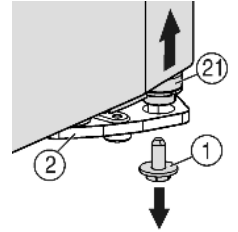
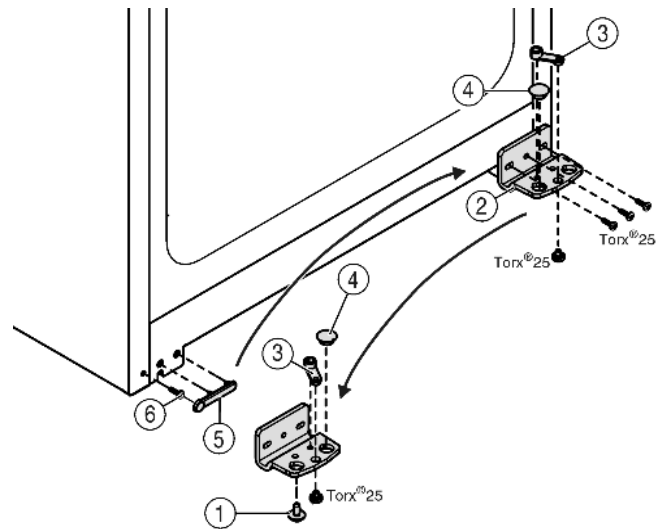

Fig. 5
Fig. 6
- ▶ Drei ut låseskruen *Fig. 5 (1)* nede til høyre på lagerbukken.
- ▶ Lagerbolten *Fig. 5 (21)* frigjøres fra lagerbukken *Fig. 6 (2)*.
- ▶ Hvis lagerbolten *Fig. 5 (21)* ikke frigjøres, trykker du ut bolten nedenfra.
- ▶ Skru av lagerbukken *Fig. 6 (2)*.
- ▶ Skru av lagerdelen *Fig. 6 (3)* og flytt den over til det motsatte festehullet på lagerbukken, skru fast igjen.
- ▶ Ta pluggen *Fig. 6 (4)* ut av lagerbukken, og flytt den over til det motsatte festehullet på lagerbukken.
- ▶ Løft forsiktig av dekselet *Fig. 6 (5)* på håndtakssiden.
- ▶ Skruen *Fig. 6 (6)* skrues ut og skrues inn igjen på motsatt side.
- ▶ Sett dekselet *Fig. 6 (5)* på igjen.
- ▶ Skru fast igjen lagerbukken *Fig. 6 (2)* på den nye hengsel-siden (**med 4 Nm**), eventuelt ved hjelp av en batteridrevet skrumaskin.
- ▶ Skru inn sikkerhetsskruen *Fig. 5 (1)* nederst i lagerbolten, og trekk til **(med 4 Nm)**.